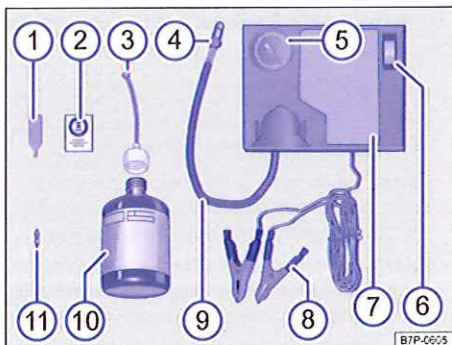
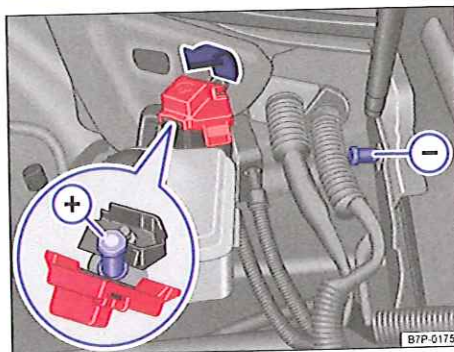

Fig. 271 Schéma de principe : composition du kit de crevaison (variante 1)
Fig. 273 Dans le compartiment-moteur : points de raccordement du compresseur d'air (variante 1)
12. Collez l'autocollant → fig. 271 ② du kit de crevaillon sur le tableau de bord de sorte qu'il se trouve dans le champ de vision du conducteur.
- Dévissez l'obus de la valve du pneu à l'aide de l'extracteur d'obus → fig. 271 ① et placez-le sur un support propre.
- Secouez plusieurs fois énergiquement la bouteille de produit de colmatage des pneus → fig. 271 ⑩.
- Vissez fermement le flexible de remplissage → fig. 271 ③ sur la bouteille de produit de colmatage des pneus dans le sens des aiguilles d'une montre. Le film situé sur le bouchon est alors automatiquement percé.
- Retirez le bouchon du flexible de remplissage → fig. 271 ③ et enfoncez l'extrémité libre du flexible de remplissage sur la valve.
- Revissez l'obus de valve dans la valve du pneu à l'aide de l'extracteur d'obus → fig. 271 ①.
- Vissez fermement le flexible de gonflage du pneu → fig. 271 ⑨ du compresseur d'air sur la valve du pneu.
- À l'aide des pinces 12 volts, raccordez le compresseur d'air → fig. 271 ⑧ uniquement aux points de démarrage de fortune dans le compartiment-moteur → fig. 273. Placez la pince
Raccordez à nouveau le flexible de gonflage du pneu → fig. 271  et consultez la pression indiquée sur le manomètre .